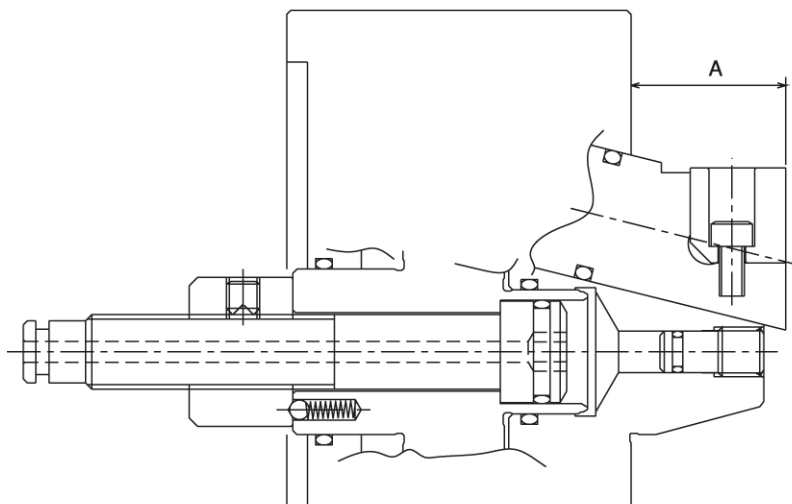

图 13
- 图 13 的尺寸 A 为下表中的值时，导向套的位置即为在液压缸前进端的适当位置。